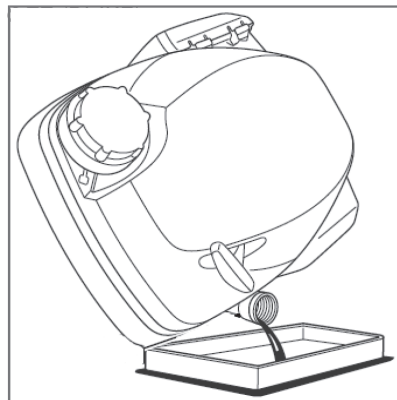

Рис. 22
- Наклоните газонокосилку на бок и слейте отработанное масло из картера двигателя через маслоналивную горловину в заранее подготовленную емкость (рис. 22).